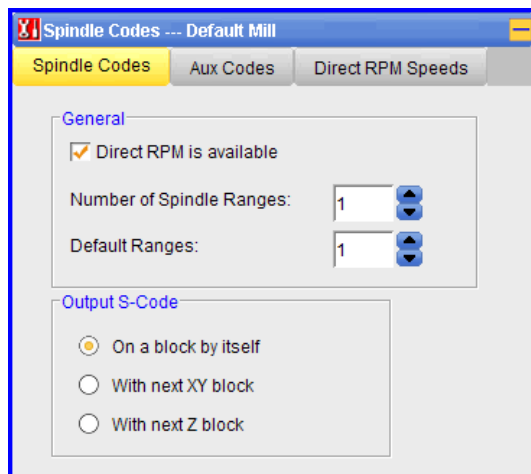

图 9.2.31 “Spindle Codes”对话框
- **Spindle** : 主轴。单击此按钮，其页面显示如图 9.2.31 所示。